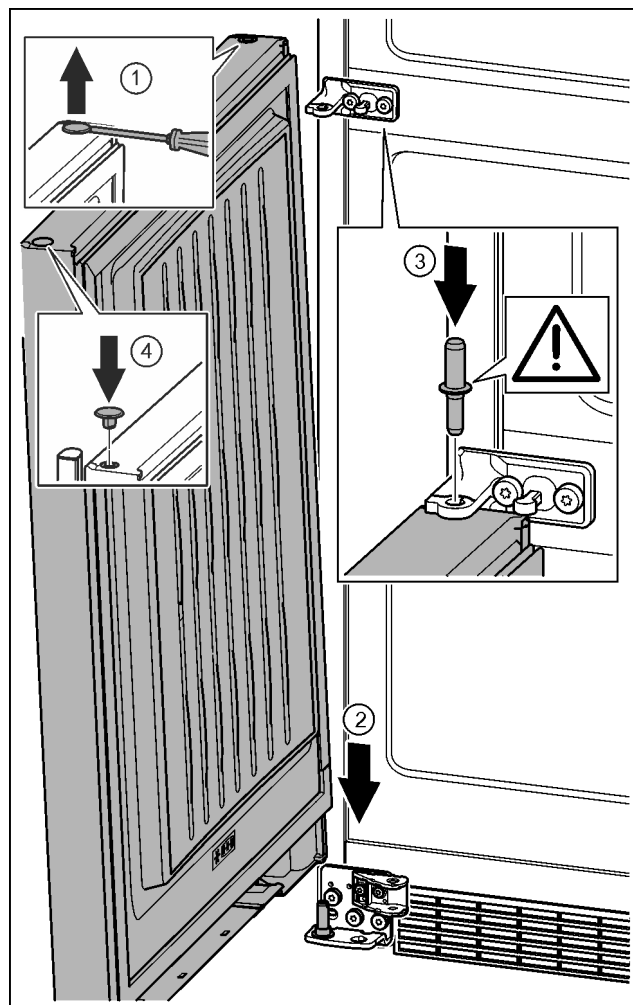

Fig. 39
- ▶ Осторожно приподнять шлицевой отверткой заглушку и извлечь ее. Fig. 39 (1)
- ▶ Установить дверь сверху на нижний опорный палец. Fig. 39 (2)
- ▶ Вставить средний опорный палец через средний опорный кронштейн в нижнюю дверь. При этом следить за тем, чтобы выступ фиксатора был направлен назад. Fig. 39 (3)
- ▶ Заглушку снова вставить с другой стороны. Fig. 39 (4)